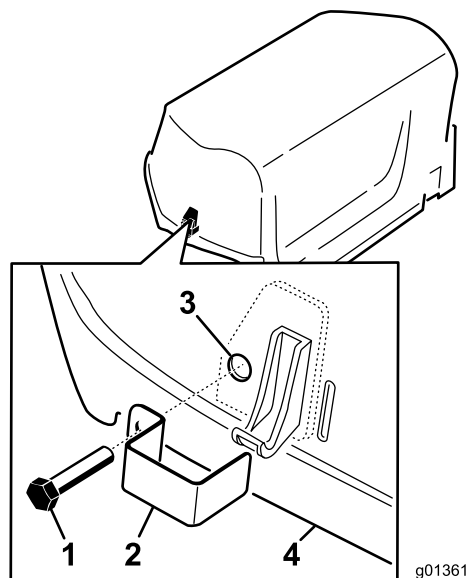

Bild 15
2. Befestigen Sie den Sperrriegel mit einer Blechschraube (zwei insgesamt) über die Haubenriegel (Bild 15).